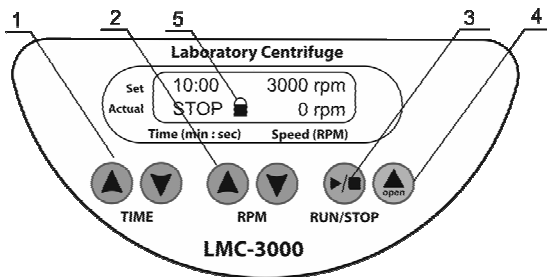

Abb. 3 Steuerung.
- 4.4. Schließen Sie vorsichtig und sanft die Klappe, bis Sie ein Klicken hören. Die Anzeige STOP und das -Symbol werden in der unteren Zeile des Displays angezeigt (Abb. 3/5).
4.5. Stellen Sie mit den Tasten ▲ und ▼ **TIME** (Zeit) (Abb. 3/1) das gewünschte Zeitintervall ein (0-90 Min, Schrittweite beträgt 1 Min).
4.6. Stellen Sie mit den Tasten ▲ und ▼ **RPM** (Abb. 3/2) die gewünschte Geschwindigkeit ein (100-3000 rpm Schrittweite beträgt 100 rpm). Die Geschwindigkeit kann auch während des Betriebs angepasst werden.
4.7. Drücken Sie die Taste **Run/Stop** (Laufen/Stop), (Abb. 3/3), um die Zentrifugierung zu starten. Die blinkende Anzeige RUN (Laufen) und die aktuelle Geschwindigkeit werden in der unteren Zeile angezeigt. Der Timer in der oberen Zeile beginnt mit dem Countdown, sobald die eingestellte Geschwindigkeit erreicht ist (die Anzeige RUN [Laufen] leuchtet konstant).
4.8. Die Zentrifugierung stoppt automatisch, sobald die eingestellte Zeit erreicht ist, während auf dem Display die Anzeige STOP blinkt. Ein akustisches Signal ertönt nach vollständigem Stillstand des Rotors (drücken Sie die Taste **RUN/STOP** [Laufen/Stop] (Abb. 3/3), um das Signal auszuschalten).
- 4.10. Drücken Sie die Taste **OPEN** (Öffnen) (Abb. 3/4) und öffnen Sie den Deckel, indem Sie ihn mit einer Hand nach oben heben (die Klappe kann nur bei Stillstand des Rotors geöffnet werden). Das Display zeigt OPEN (Offen) an.